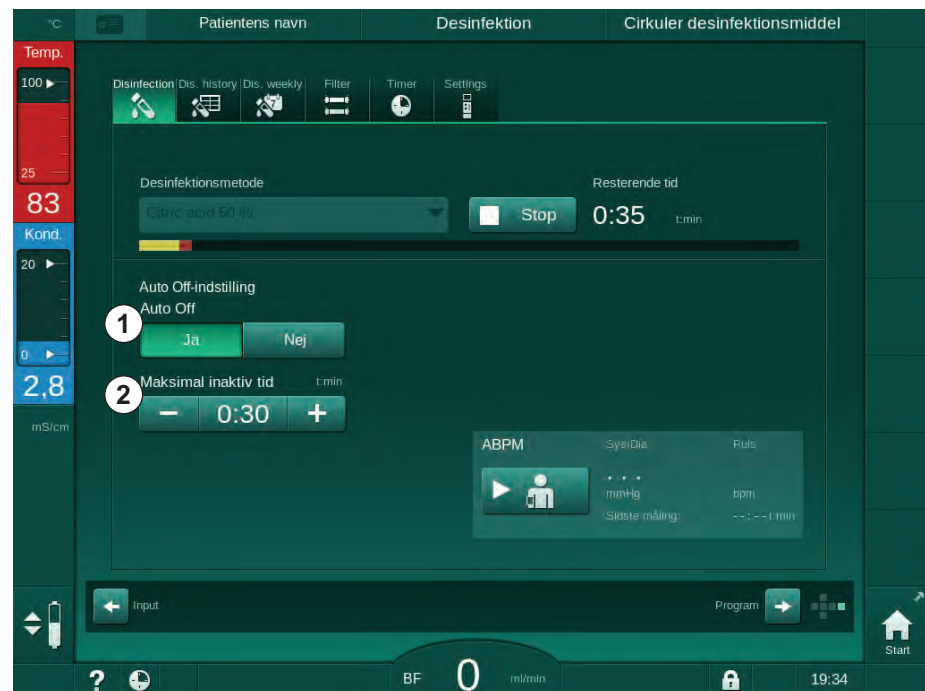

Fig. 7-16 Desinfektion i gang - *Auto* fra aktiveret
Når du har valgt desinfektionsskærm, angives forudindstillingen for *Auto Off* (*Ja* eller *Nej* samt maksimal inaktiv tid, hvis *Ja*). Indstillingen for funktionen kan ændres hver gang før eller efter, at desinfektionen startes, ved at trykke på *Auto Off*, *Ja* eller *Nej* (Fig. 7-16, ①).